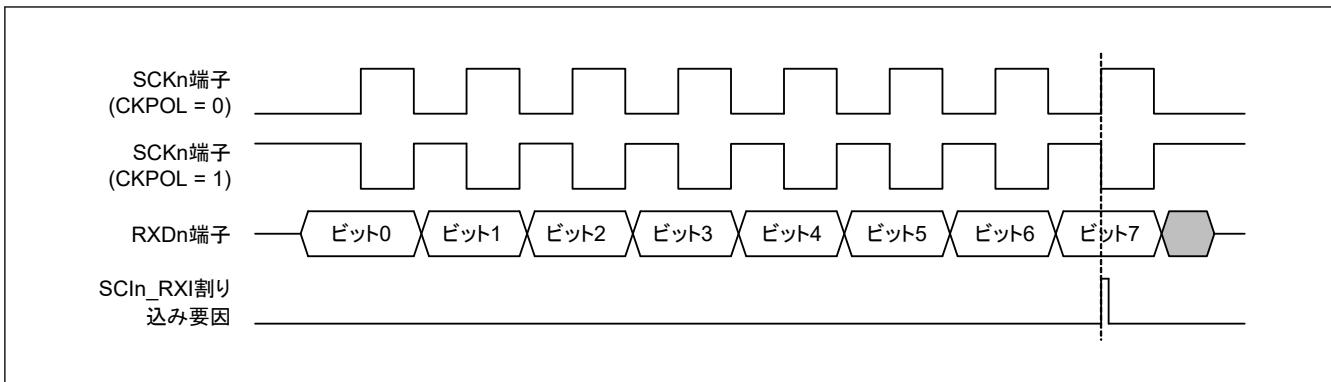

図 27.105 簡易 SPI モードにおける SCIn\_RXI 割り込みの発生タイミング（クロック遅れあり）
- クロック遅れあり (SPMR.CKPH ビット = 1) では、図 27.105 に示すように、SCKn 端子の最終クロックエッジ手前のクロックエッジで受信データフル割り込み (SCIn\_RXI) が発生します。SCR レジスタの TE ビットと RE ビットを SCKn 端子の最終クロックエッジより前に 0 にすると、SCKn 端子出力がハイインピーダンスとなり、送受信クロックの最後のクロックパルス幅が短くなります。また、SCIn\_RXI 割り込みの発生によって、SCKn 端子の最終クロックエッジより前に接続先スレーブの SSn 端子入力信号が High になった場合、スレーブが誤動作する可能性があります。